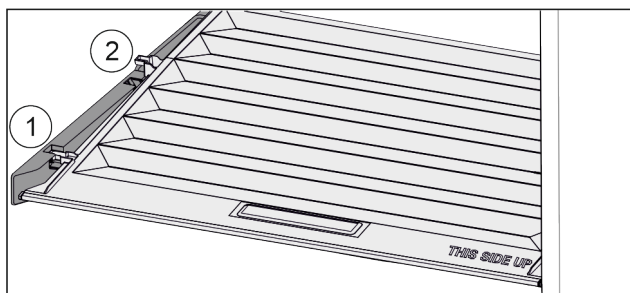

Fig. 45
- ▶ Потянуть крышку до отверстия в поддерживающих деталях вперед Fig. 45 (1).
- ▶ Поднять сзади снизу и извлечь Fig. 45 (2) движением вверх.